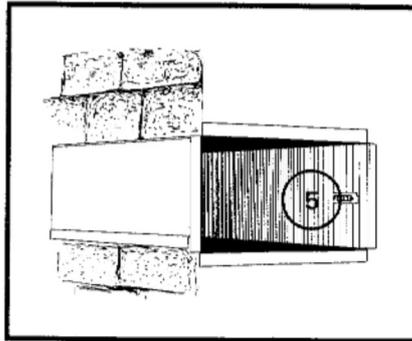

Fig. 3
Mettre en place la traversée de mur (5) dans le trou prévu à cet effet, la caler bien d'aplomb et effectuer son scellement (fig. 3).